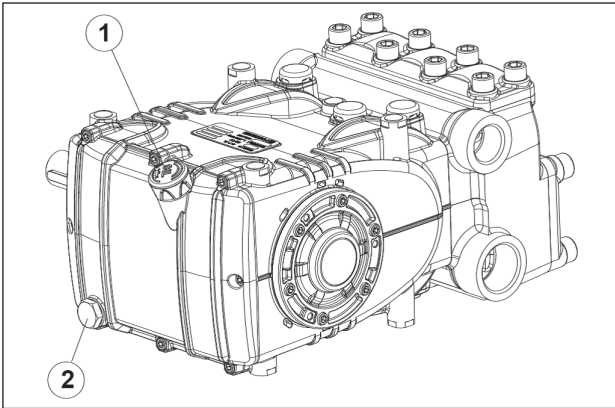

Fig. 1
Pour vidanger l'huile, retirer la jauge de niveau d'huile rep. ① puis le bouchon rep. ②, Fig. 1.